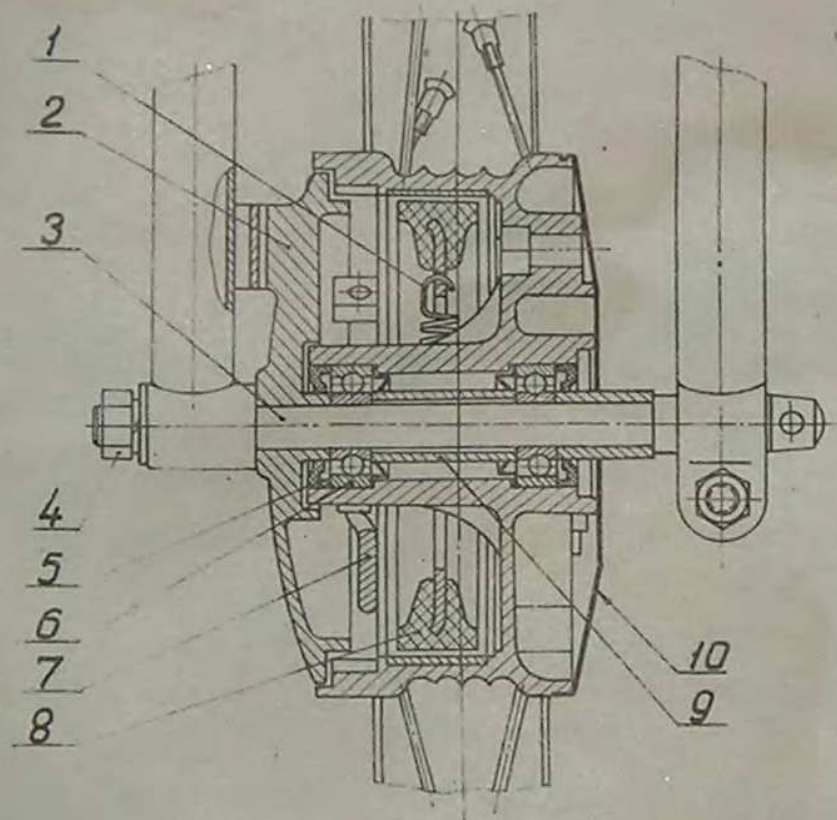

Рис. 6. Втулка переднего колеса
Колесо мопеда состоит из стального обода, втулки, спиц и nipples. Втулка переднего колеса представлена на рис. 6.
3. Легкими ударами выбейте ось 3 и снимите колесо. (Диск тормозных колодок остается на тросе). Установку колеса производите в обратном порядке. Втулка заднего колеса представлена на рис. 6.